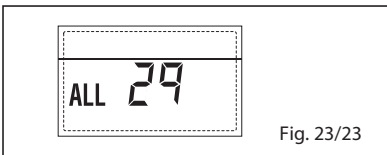

Fig. 23/23
- ANOMALIA SONDA RETORNO AQUECIMENTO "ALL 30" (fig. 23/24)